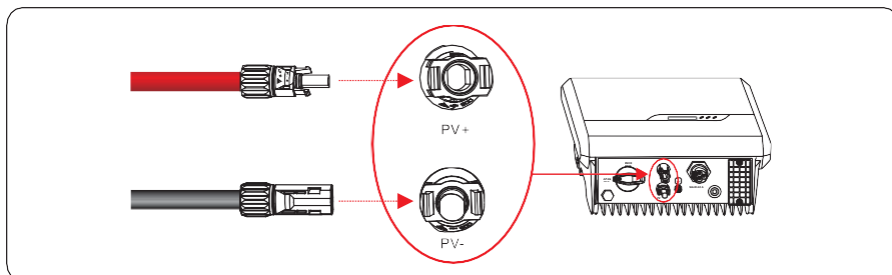

Figura 5.15 Conexión al inversor
Paso 6 Inserte los conectores positivo y negativo en sus terminales correspondientes del inversor hasta escuchar un clic, tal como se indica en la figura 5.15.